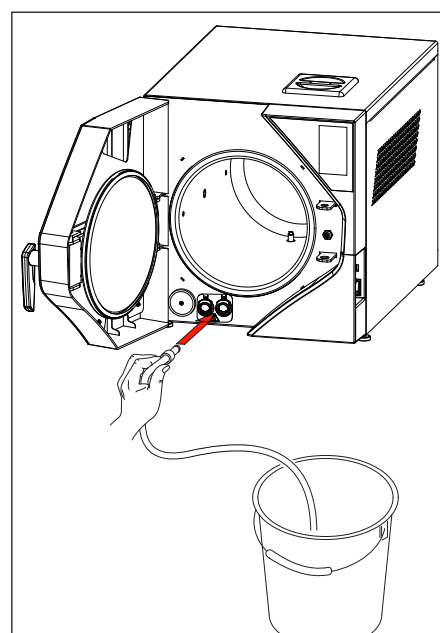

fig.5
2. Inserte la manguera de desagüe en el conector de manguera gris situado en la parte frontal del dispositivo (fig. 5)